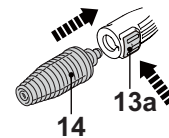

Fig.10
2. Appuyez sur le bouton de déverrouillage (13a) et fixez la buse turbo (14) sur la rallonge (13). Lâchez le bouton (13a) pour verrouiller la buse en place (Fig.10).